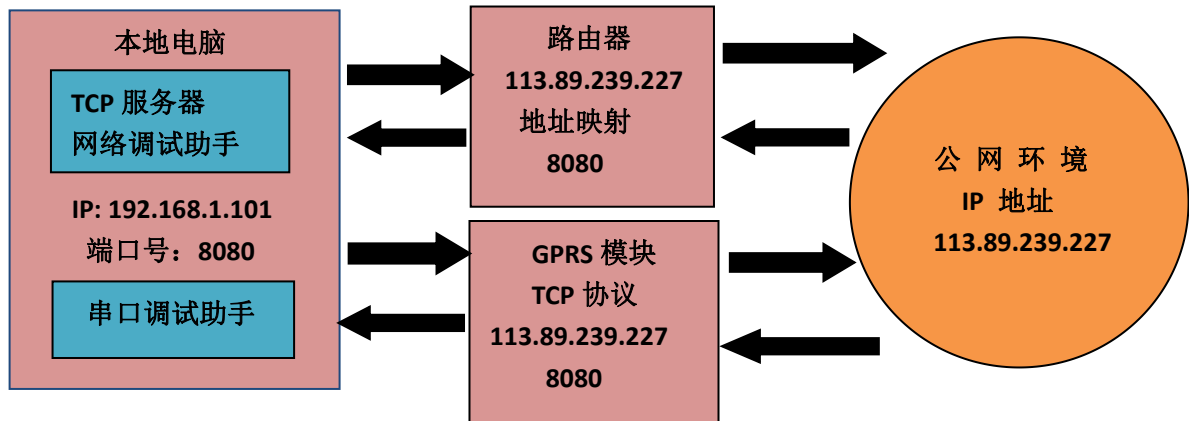

图 4-4 GPRS 通信测试过程
- ①在服务器上建立一个 TCP 连接的服务器，如下图 4-4 所示。
- ②发送命令：**AT+CGCLASS="B"** 设置模块移动台类别为"B"类型。
- ③发送命令：**AT+CGATT=1** 设置附着 GPRS 业务（即开启流量）。
- ④发送命令：**AT+CIPSTART="TCP","120.xx.xxx.249","8080"**